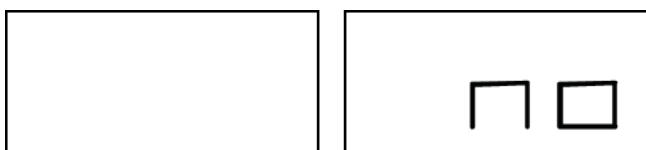

Рис. 6.2 - Программа Скрытых Грузиков невозможна или для выбранной позиции не допускается
8. Если выбранный угол больше 120° , на станке отображается надпись, как на рис. 6.2, в течение одной секунды и будет издаваться трехкратный звуковой сигнал, это означает, что необходимо повторить процедуру в шаге 7 еще раз. Если угол меньше 120° , то станок немедленно выведет значение внешнего грузика $W2$;